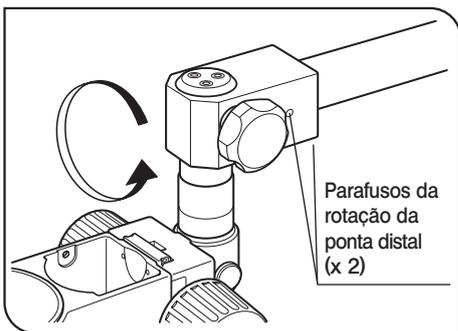

fig. 9
5. Para rodar a ponta distal do braço horizontal relativamente a este, solte os dois parafusos da ponta distal, utilizando a chave Allen fornecida. (Fig. 9)